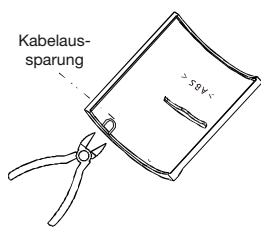

Fig. 11
3. Eine Öffnung in die Abdeckung des Adapterkabels schneiden. Abb. 11